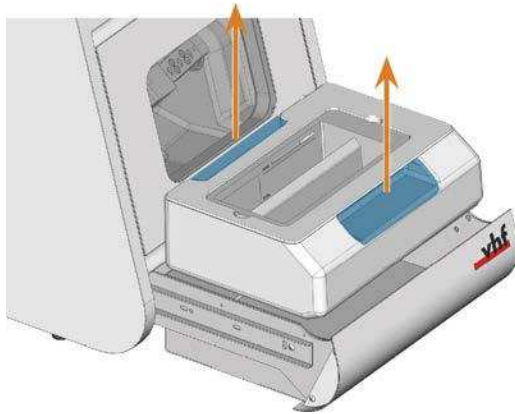

Abb. 30 – KÜHLFLÜSSIGKEITSBEHÄLTER AUS DER KÜHLFLÜSSIGKEITSSCHUBLADE ENTNEHMEN
5. Ziehen Sie den Kühlflüssigkeitsbehälter in Pfeilrichtung aus der Schublade heraus (↗ Abb. 30 – auf der nächsten Seite).